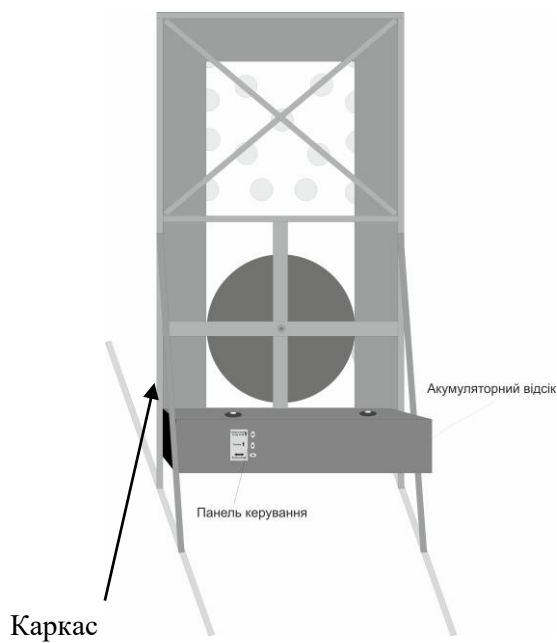

Рис. 3
5.3. Каркас (Рис.3) виготовлений з профільної труби і призначений для закріплення на ньому щита та панелі керування.
5.4. Панель керування (Рис.3) служить для розміщення в ньому елементів електрообладнання, дозволяючого керування попереджувальної таблиці.
Регульовальні та інші елементи управління, винесені на панель пульта управління (Рис.3).
6.1. Під'єднати клеми акумулятора які знаходяться в акумуляторному відсіку (Рис.3).